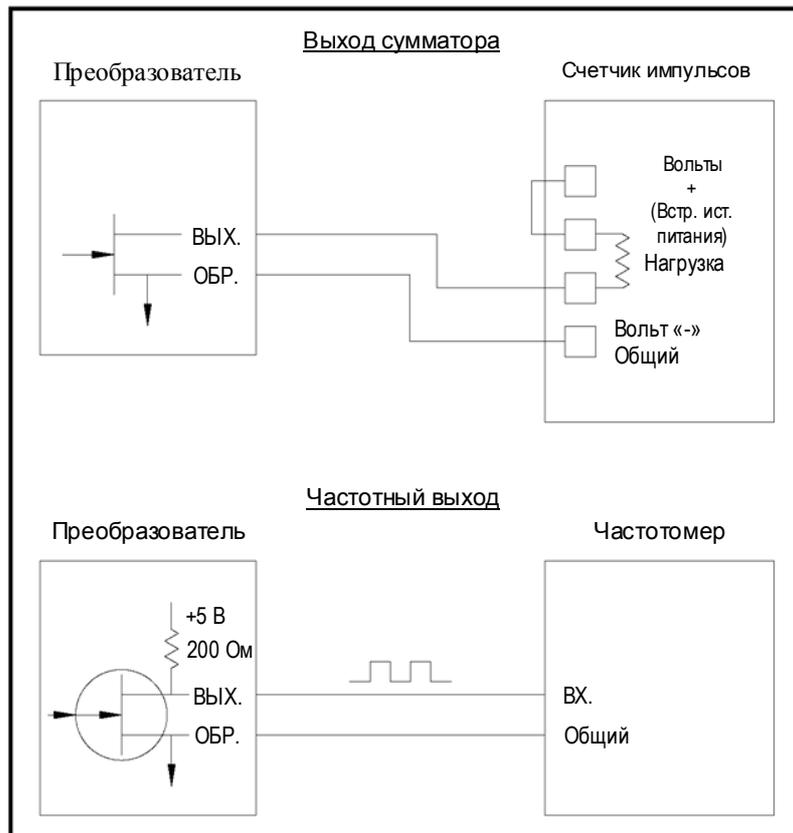
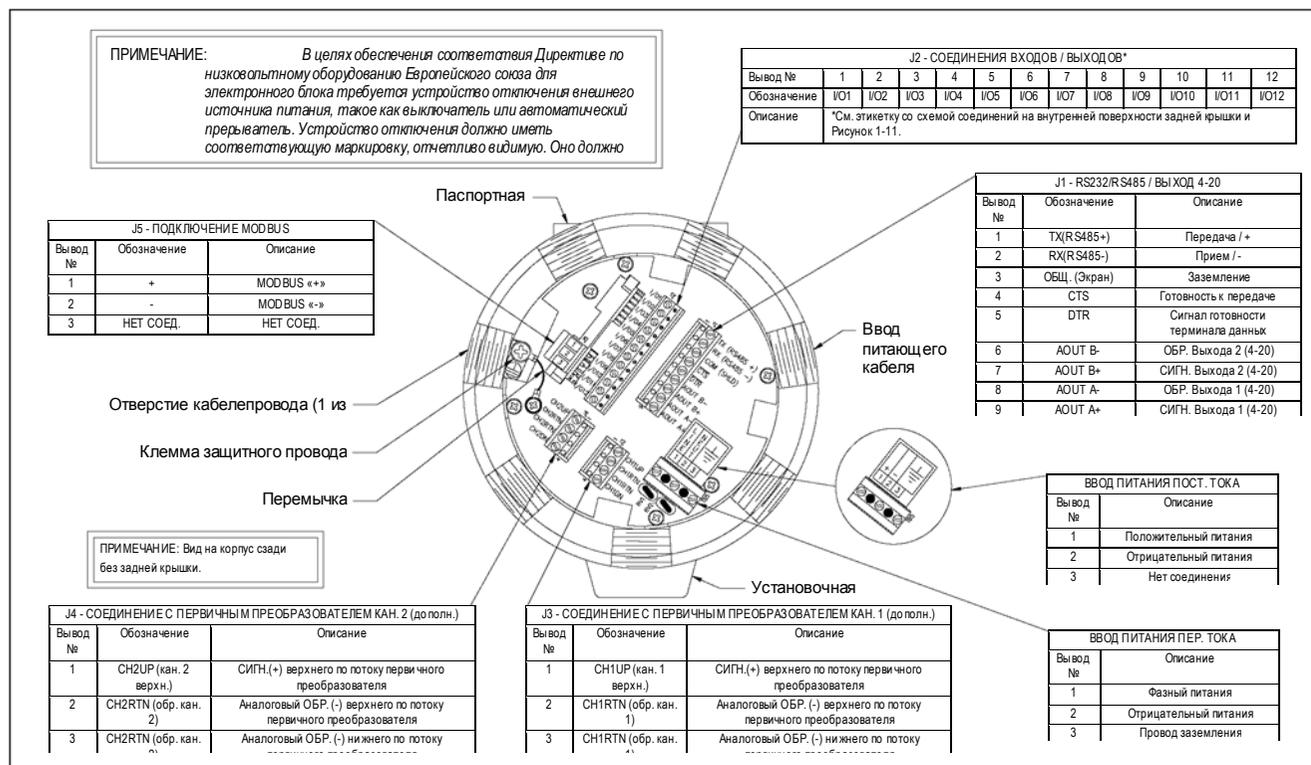
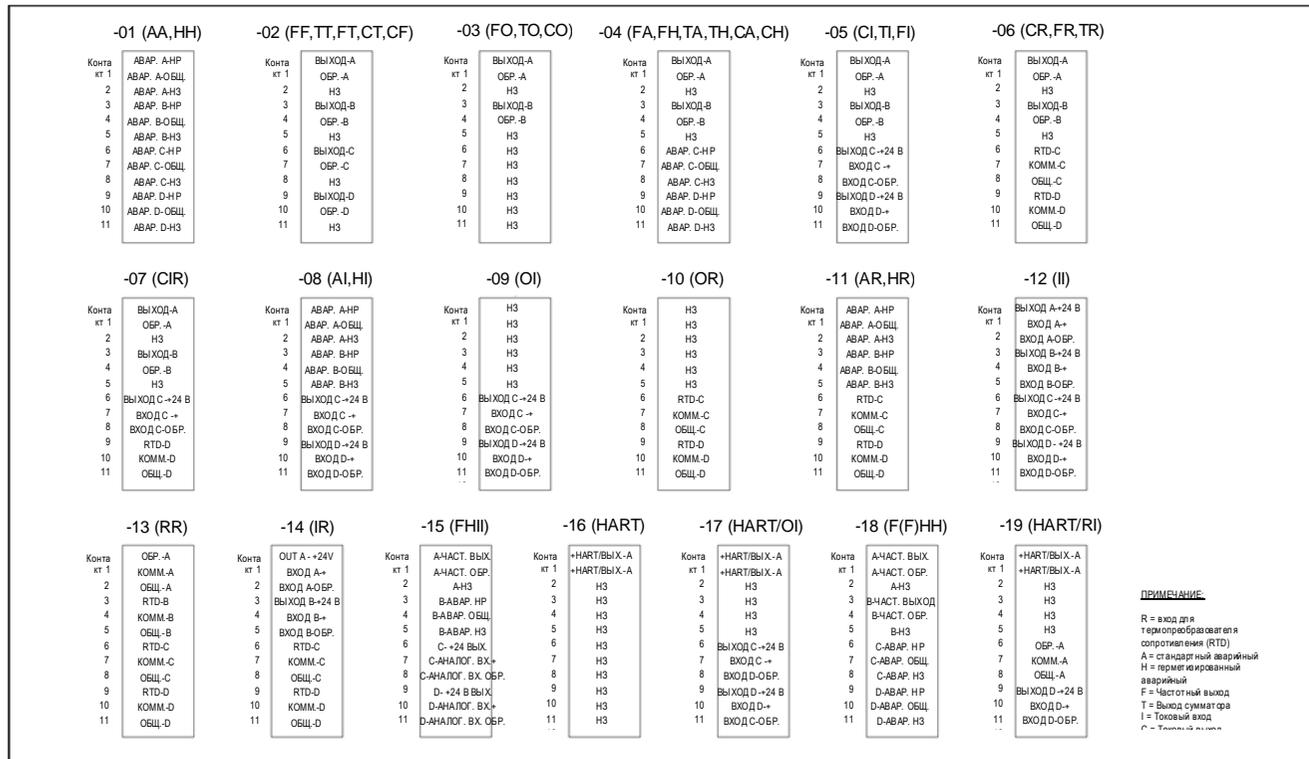

Рисунок 6: Электрические соединения выходов сумматоров / частотных выходов
Рисунок 10: Схема электрических соединений модели XGM868i
Рисунок 11: Экетки со схемами соединений дополнительных плат (ссылочный № чертежа 442-615)
3. Найдите клеммную колодку с 12 выводами (J2) на *Рисунок 10 на странице 22* и выполните соединение с дополнительной платой, как указано на этикетке на внутренней стороне задней крышки (см. *Рисунок 3 на странице 5* и *Рисунок 11 на странице 23*) Закрепите кабельный хомут.
До выполнения электрических соединений следует завершить операции, описанные в разделе «Подготовка к выполнению электрических соединений» на странице 11. Соедините каждое реле аварийной сигнализации в соответствии с инструкциями по соединению, приведенными на этикетке на внутренней поверхности задней крышки (см. Рисунок 3 на странице 5 и Рисунок 11 на странице 23).
До выполнения электрических соединений следует завершить операции, описанные в разделе «Подготовка к выполнению электрических соединений» на *странице 11*. Подключите аналоговые входы согласно указаниям на этикетке, расположенной на задней крышке (см. *Рисунок 3* на *странице 5* и *Рисунок 11* на *странице 23*).
До выполнения электрических соединений следует завершить операции, описанные в разделе «Подготовка к выполнению электрических соединений» на странице 11. Затем подключите эту дополнительную плату согласно указаниям на этикетке, расположенной на задней крышке (см. Рисунок 3 на странице 5 и Рисунок 11 на странице 23). На Рисунок 6 ниже показана схема соединений выходной цепи сумматора и цепи частотного выхода.
На дополнительной плате входов для термопреобразователей сопротивления (RTD) модели XGM868i имеется два или четыре прямых входа для RTD (обозначаются А, В, С и D). Для каждого входа для RTD требуется три провода, соединение следует выполнять согласно этикетке на задней крышке (см. Рисунок 3 на странице 5 и Рисунок 11 на странице 23)
До выполнения электрических соединений следует завершить операции, описанные в разделе «Подготовка к выполнению электрических соединений» на странице 11. Затем выполните соединения этой дополнительной платы согласно указаниям на этикетке, расположенной на задней крышке (см. Рисунок 3 на странице 5 и Рисунок 11 на странице 23).
Как видно из Рисунок 11 на странице 23 соответствующей схемой соединений для этой дополнительной платы является вторая слева в средней строке (AI, HI). Такая же этикетка должна находиться на внутренней поверхности задней крышки на XGM868i. На основании этой информации электрические соединения входов / выходов с клеммной колодкой J2 следует выполнять согласно Таблица 5 ниже.
ВАЖНО: Поскольку на дополнительной плате MODBUS используются контакты 1 и 2 на клеммной колодке J2, в Слот 1 можно установить только те платы, которые не используют эти контакты, в то время как плата MODBUS устанавливается в Слот 2. В частности, только дополнительные платы, обозначаемые «OI» и «OR» по Рисунок 11 на странице 23, совместимы с дополнительной платой MODBUS.